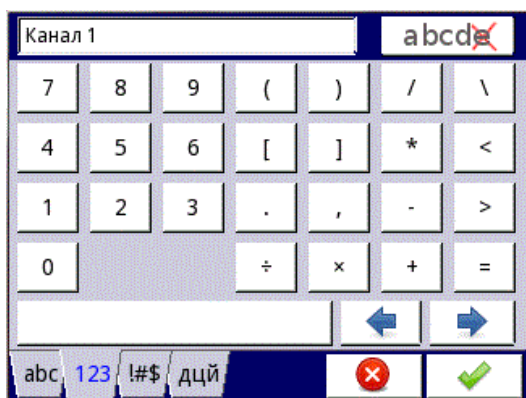

Рисунок 2.20
- цифры и знаки арифметических действий (см. рисунок 2.20);